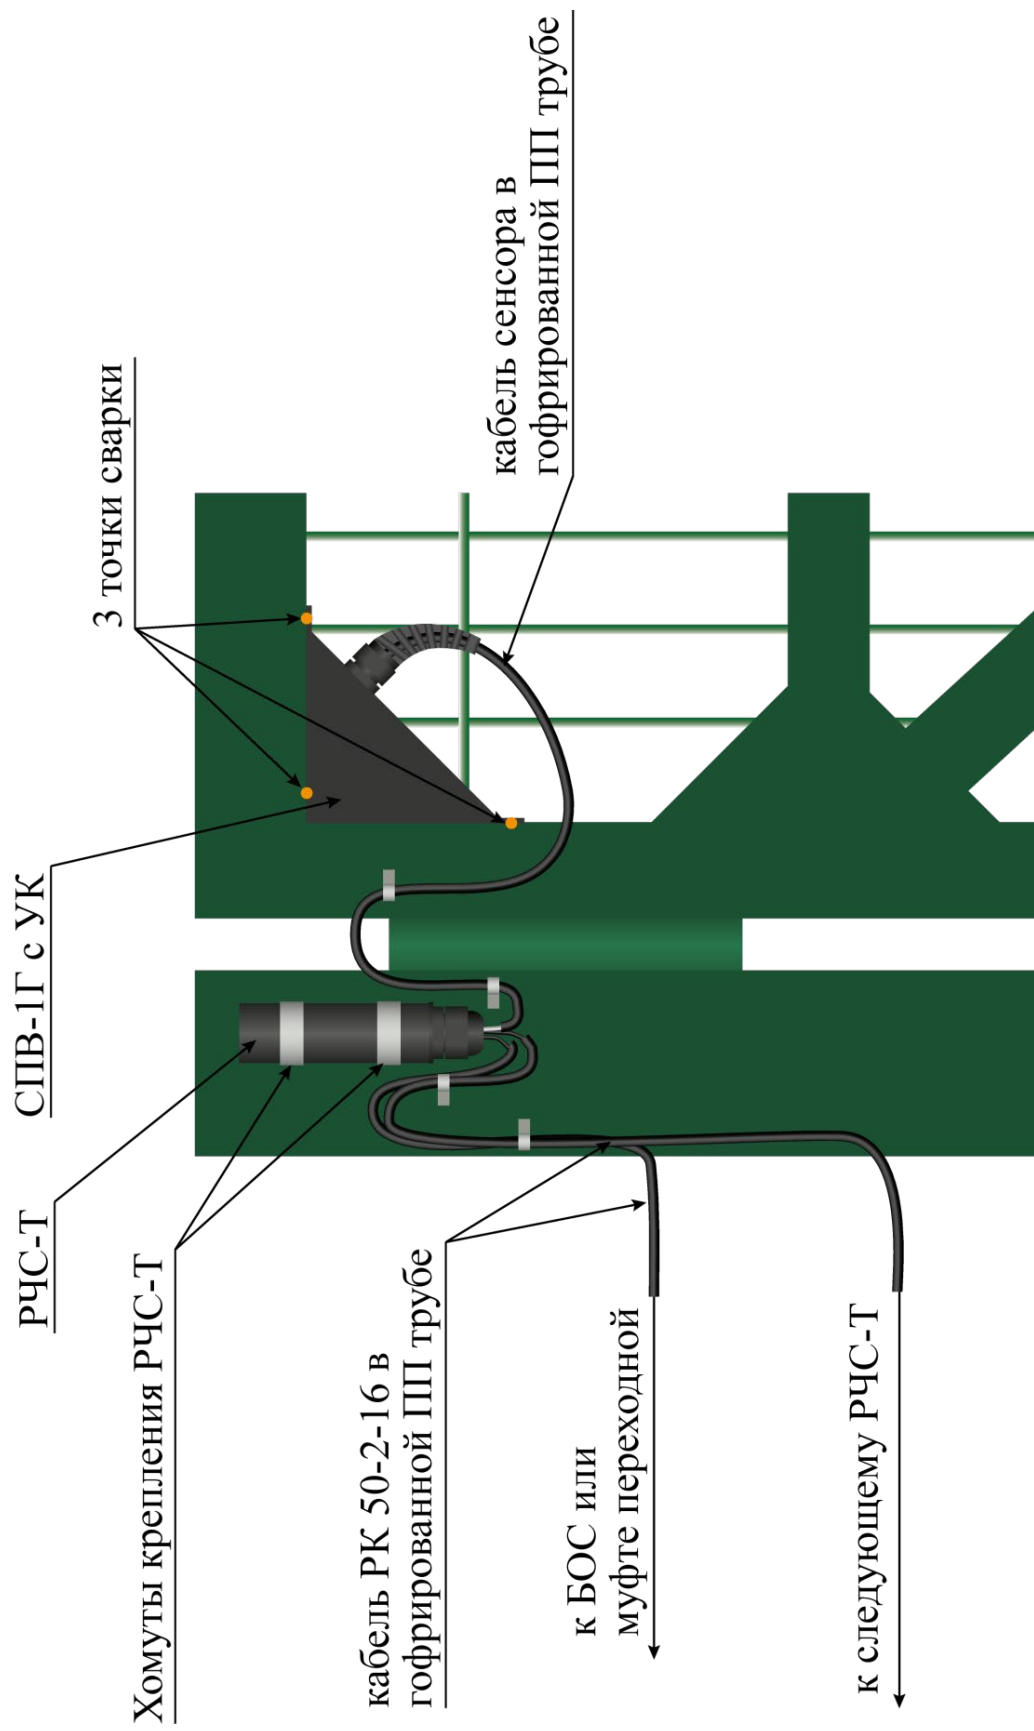

Рисунок 4.54 – Установка сенсора СПВ-1Г с узлом крепления на створке ворот (калитки)
– сенсор расположить в углу створки ворот (калитки) со стороны петли (рисунок 4.54);
– узел крепления сенсора закрепить к каркасу створки методом сварки (рисунок 4.54);
– закрепить РЧС-Т хомутами к опоре ворот (калитки) или каркасу створки ворот (калитки) гермовводом вниз (рисунок 4.54);
– закрепить к опоре ворот (калитки) металлическими скобами металлорукава с кабелем РК (рисунок 4.54);
– один кабель РК подключить к БОС или к муфте переходной (в зависимости от проекта), другой через протяжную коробку к следующему РЧС-Т (рисунок 4.54).
3 Допускается вместо металлорукава применять трубу полипропиленовую (ПП) гофрированную неразрезную, устойчивую к солнечному излучению (рисунок. 4.54).